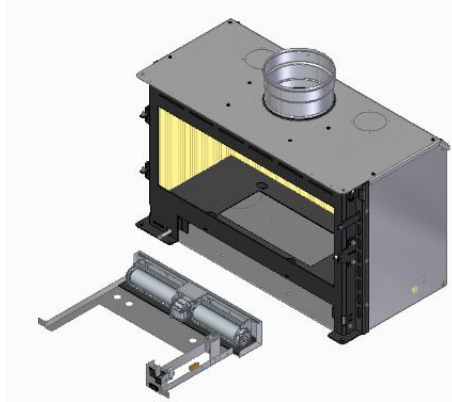

Figure 46 – Retrait du kit de ventilation
d. Après avoir retiré toutes ces pièces, le kit de ventilation peut être retiré de l'équipement, voir Figure 46. Pour le réassembler, vous devrez procéder au processus d'assemblage inverse.